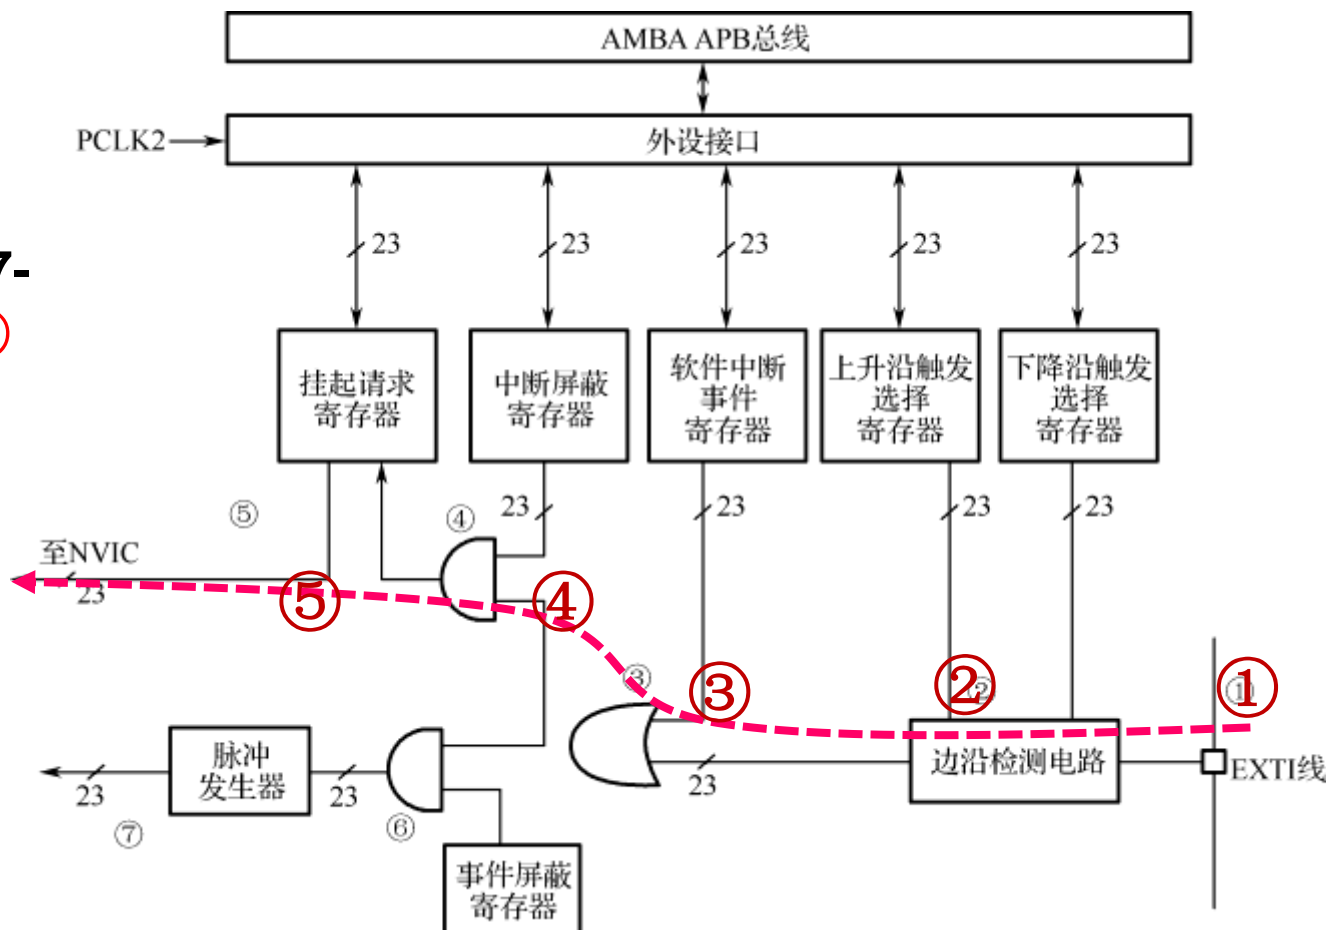

图7-1 EXTI的结构图
请求信号通过图7-1中的①②③④⑤的路径向NVIC产生中断请求。